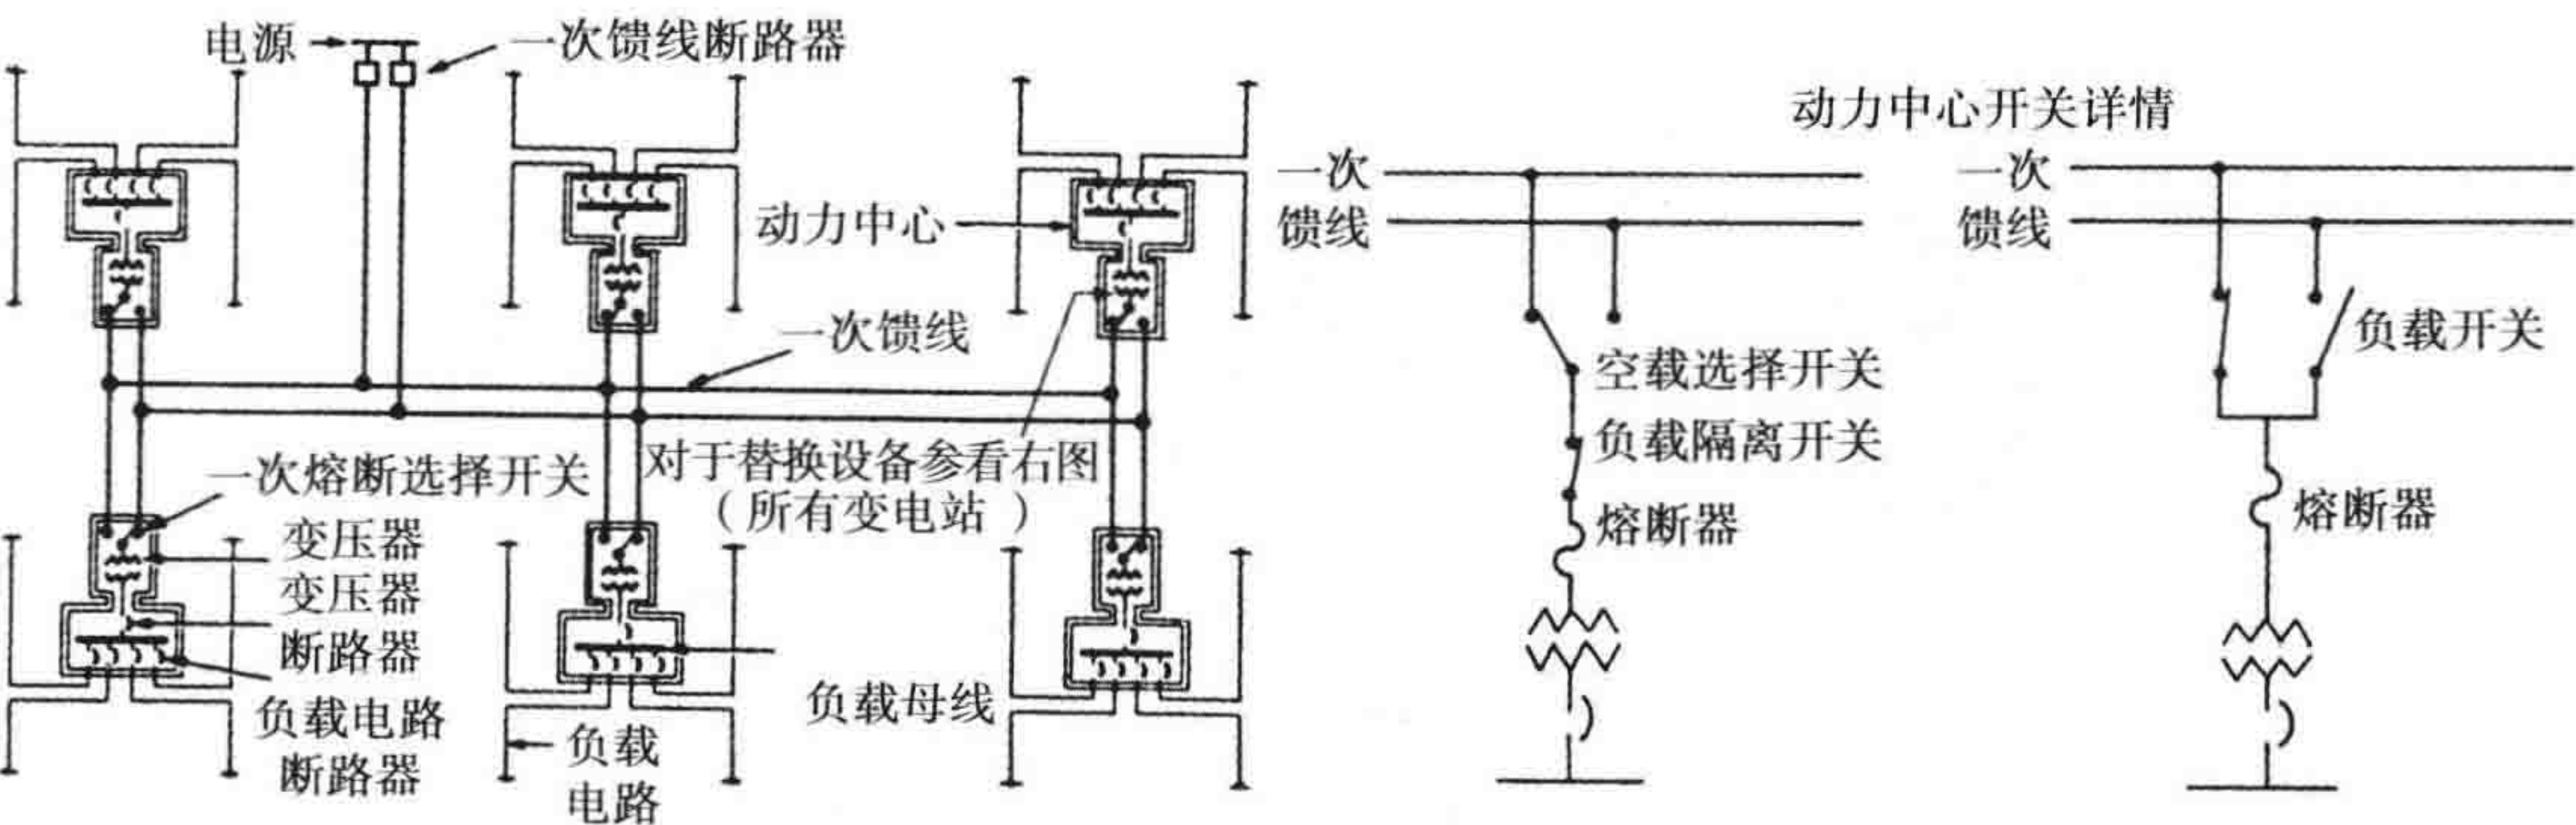

图 20-12 一次侧选择辐射系统 (Westinghouse 产品)
**一次侧选择辐射系统** 该类系统 (如图 20-12 所示) 在每个负载区域内至少使用两条馈线。它的设计功能是：当一条馈线退出运行时，另一条馈线有足够的容量给全部负载供电。虽然可以使用三条或三条以上的一次馈线，但通常只使用两条馈线。正常运行时，一条馈线连接一半的变压器。当一条馈线发生故障时，建筑内只有一半负载会断电。而前面所讨论的系统，如果馈线出现故障，将会导致所有负载断电。从馈线或变压器故障后恢复供电的角度来看，这个系统没有二次侧网络辐射系统恢复效果好，但该系统比一次侧环网辐射系统稍好。在某些情况下，特别是有中等或轻负载密度的大型建筑中，通过使用两条独立的一次侧环网辐射系统，可以保证使用较低的成本提供相同的服务质量。在这种情况下，每个单环网都会连接一半的变压器。